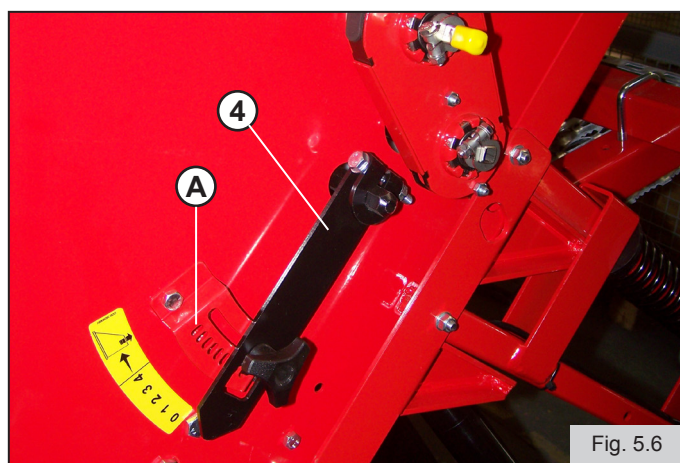

Fig. 5.6
- Décrocher les bacs de recueil de graines **C** et les positionner sous les bouches de sortie de graines (Fig.5.6).